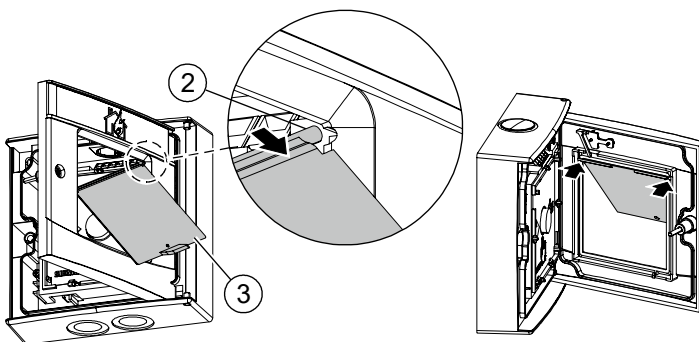

Fig. 4
A protective cover and metal cable glands are available to purchase as accessories (see Fig. 4).
2. Guide the protective cover through the opening in the door (1) from the front.
3. Insert the pivot pins (2) for the protective cover into the two recesses provided on the rear side of the door (1) (see Fig. 4).
Ein Schutzdeckel und Metallkabelverschraubungen sind als Zubehör verfügbar (siehe Fig. 4).
2. Führen Sie den Schutzdeckel durch die Öffnung in der Tür (1) von vorne ein.
3. Legen Sie die Drehzapfen (2) des Schutzdeckels in die vorgesehenen Vertiefungen auf der Rückseite der Tür (1) ein (siehe Fig. 4).